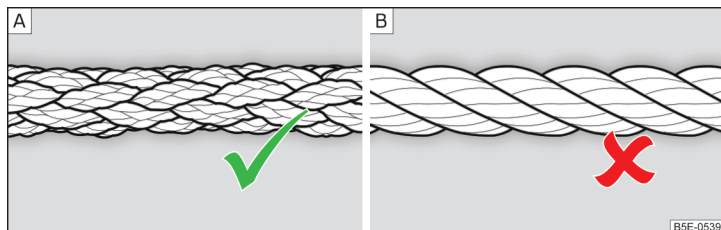

Fig. 158 Cable para remolcar trenzado / Cable para remolcar en espiral
Para el remolque por medio de un cable de remolque, usar solamente un cable de fibra plástica tejida » fig. 158 - [A] » [1].
- Para remolcar no debe utilizarse ningún cable de remolque en espiral » fig. 158 - [B], la argolla de remolque puede desenroscarse en el vehículo. - ¡Existe peligro de accidente!